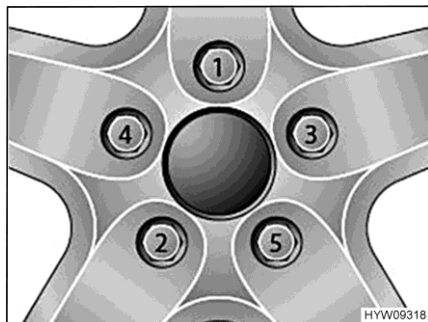

Fig. 76 Serraggio a croce di dadi delle ruote e bulloni delle ruote
- Serrare i dadi delle ruote o i bulloni delle ruote nell'ordine riportato in Fig. 76. A tale scopo, utilizzare una chiave dinamometrica e rispettare la coppia di serraggio indicata (vedi paragrafo 13.5.2).
- Controllare regolarmente il serraggio dei dadi o dei bulloni. Regolare il serraggio dei dadi delle ruote o dei bulloni delle ruote di una ruota sostituita dopo circa 50 km. A tale scopo, procedere seguendo l'ordine indicato in Fig. 76.
- Se si utilizzano cerchioni nuovi o riverniciati, regolare il serraggio dei bulloni o dei dadi dopo altri 1000 - 5000 km. A tale scopo, procedere seguendo l'ordine indicato in Fig. 76.
- ▷ Serrare a croce i dadi o i bulloni delle ruote (Fig. 76).